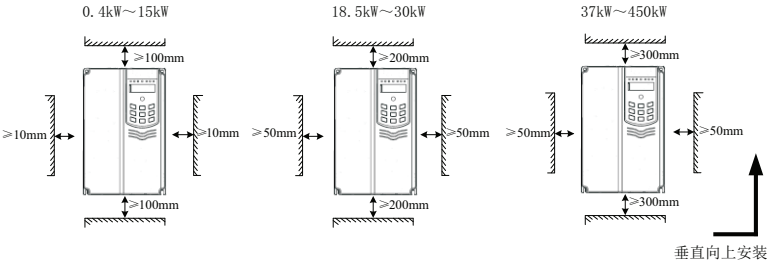

图3-1 VDF730变频器安装空间要求
- 1) 安装空间要求如图3-1所示，需保证变频器有足够的散热空间。预留空间时请考虑柜内其它器件的散热情况；